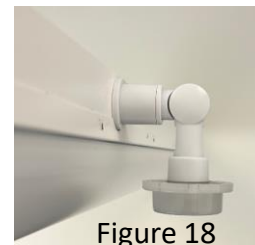

Figure 18
- Vissez l'accessoire souhaité (capteur PIR 63908, contrôleur Link BLE 62630 ou capteur Link PIR BLE 62634) à l'extrémité du support en L – Ne serrez pas trop!!! (fig. 18 (contrôleur Link 62630 illustré)).